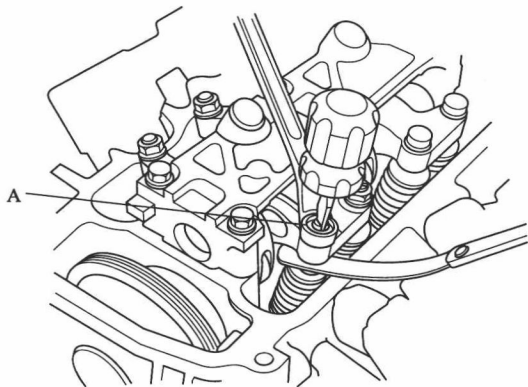

图 1-3 松开锁紧螺母
(5) 如果感觉到拖滞太大或太小，则松开锁紧螺母并转动调整螺钉（A），如图 1-3 所示，直到间隙规的拖滞合适。
(6) 紧固锁紧螺母并重新检查间隙。如有必要，重复调整。
(7) 紧固锁紧螺母至规定扭矩，并重新检查气门间隙。如有必要，重复调整。